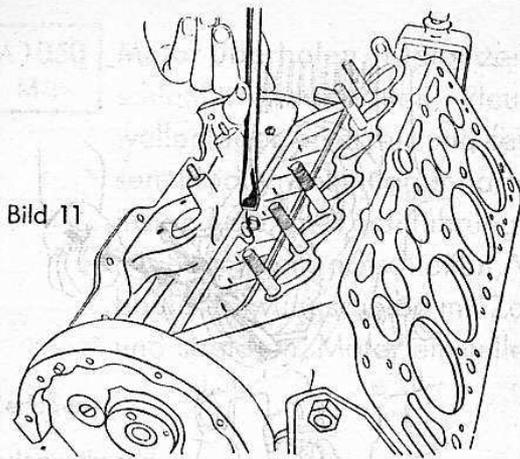
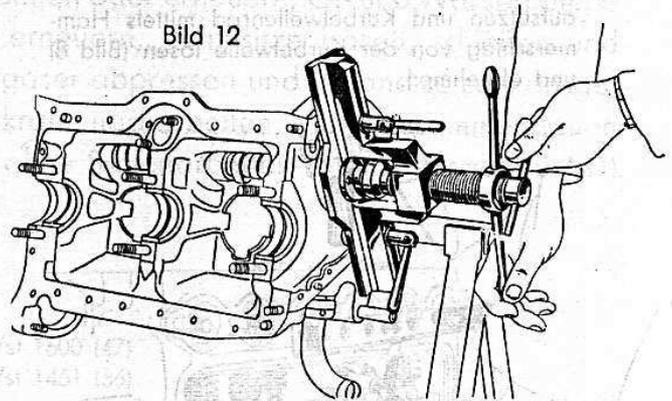

Bild 11
Bild 12
16. Drei Feststellschrauben der Nockenwellenlager lösen (Bild 11), Nockenwelle herausziehen (Wst 1451) (Bild 12).